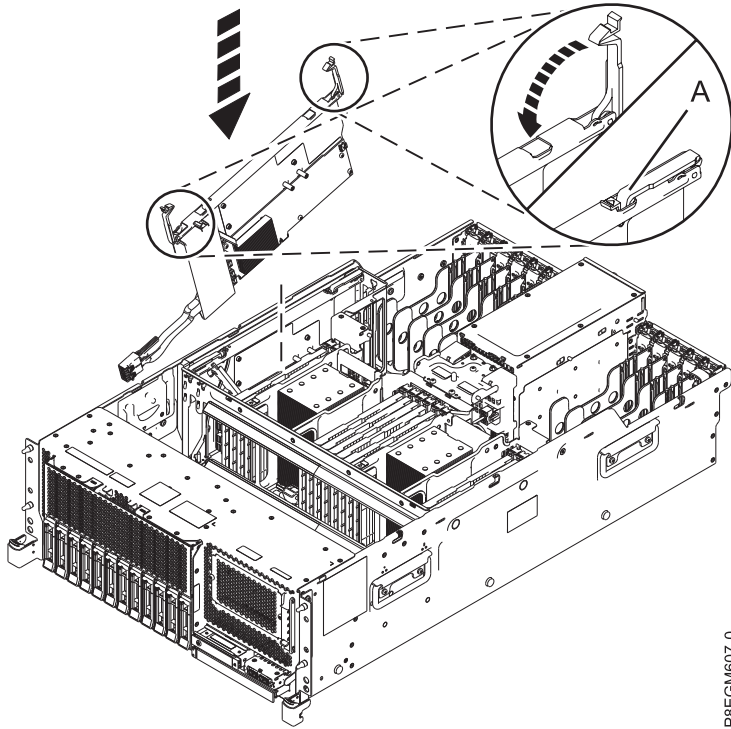

Figure 6. Installation de la carte SAS RAID interne dans l'emplacement P1-C15
15. Appuyez sur les poignées bleues (A) dans la direction illustrée. Voir figure 6, à la page 8.